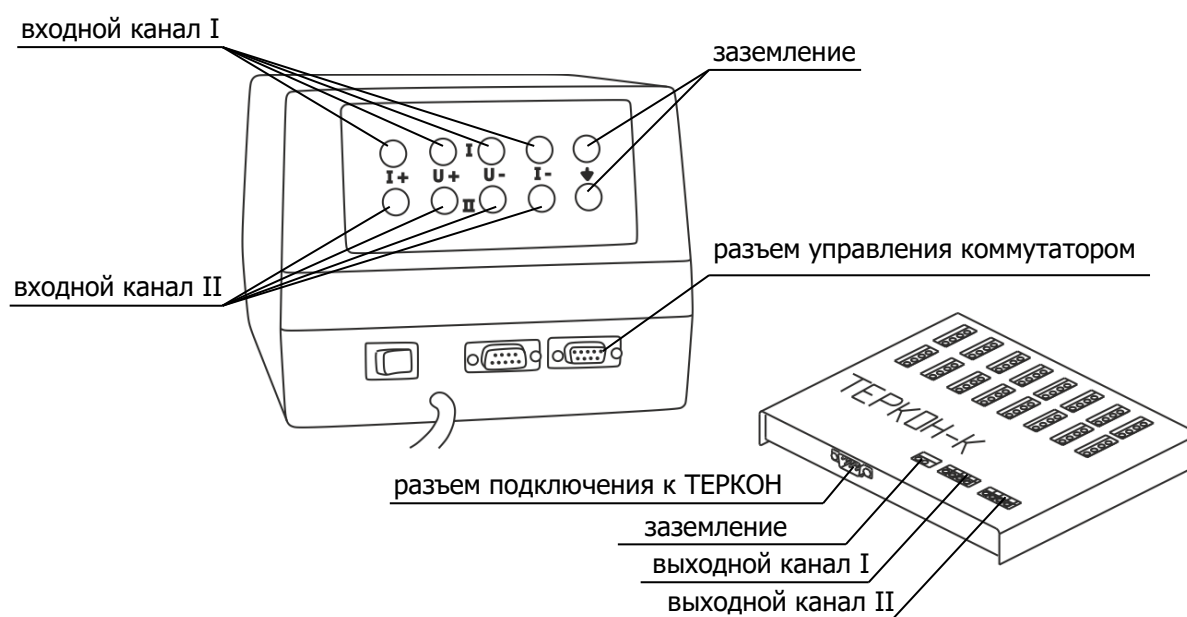

Рисунок 1 — Внешний вид изделия
4.1 С помощью кабеля ТЕРКОН-КС из комплекта поставки подключить коммутатор к разъему управления коммутатором (рисунок 1) на задней панели преобразователя ТЕРКОН.
4.2 Используя провода с наконечниками разных цветов из комплекта поставки, подключить зажимы клеммных колодок выходных каналов коммутатора к одноименным клеммным колодкам соответствующих каналов преобразователя ТЕРКОН (см. рисунок 1). Для закрепления провода в зажиме следует нажать на флажок зажима, вставить предварительно зачищенный провод в отверстие до упора и отпустить флажок. Чтобы удостовериться в надежности подключения, следует потянуть провод на себя. При правильной фиксации он не должен выйти из зажима.